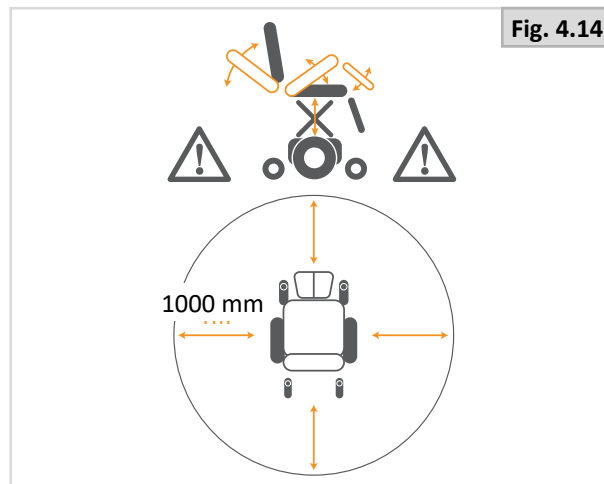

Fig. 4.14
- Como é o caso de todas as peças móveis, cuidado para não entalar os dedos, (Fig. 4.14).